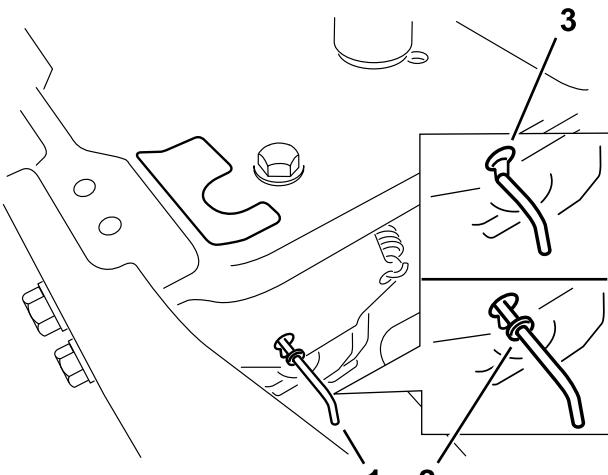

Figura 28
4. Mueva las palancas de desvío hacia adelante a través del orificio y hacia abajo para bloquearlas en esa posición, según se muestra en Figura 28. Asegúrese de hacer lo mismo con cada palanca.
Mueva las palancas de desvío hacia atrás a través del orificio y hacia abajo para bloquearlas en esa posición, según se muestra en Figura 28. Asegúrese de hacer lo mismo con cada palanca.